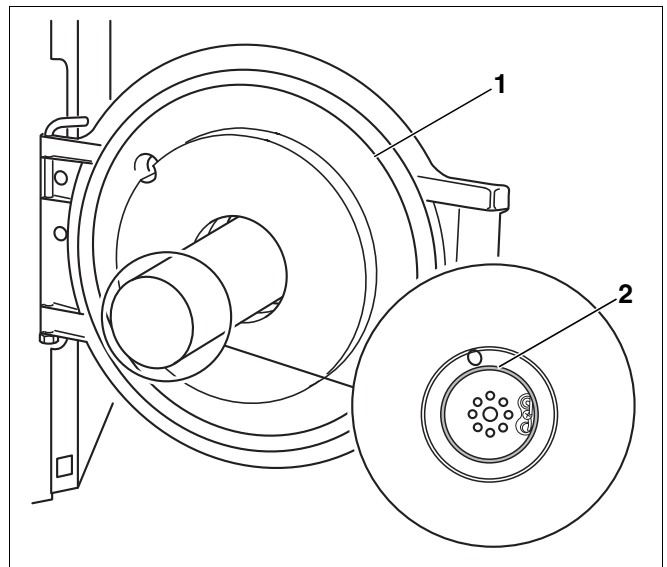

Abb. 55 Korrekten Sitz des Mischsystems prüfen
- Bei geöffneter Brenntür (Abb. 55, **Pos. 1**) wie bei der Inbetriebnahme den korrekten Sitz der Dichtung (Abb. 55, **Pos. 2**) kontrollieren.
- Brenntür (Abb. 55, **Pos. 1**) schließen und Befestigungsschrauben der Brenntür festziehen.